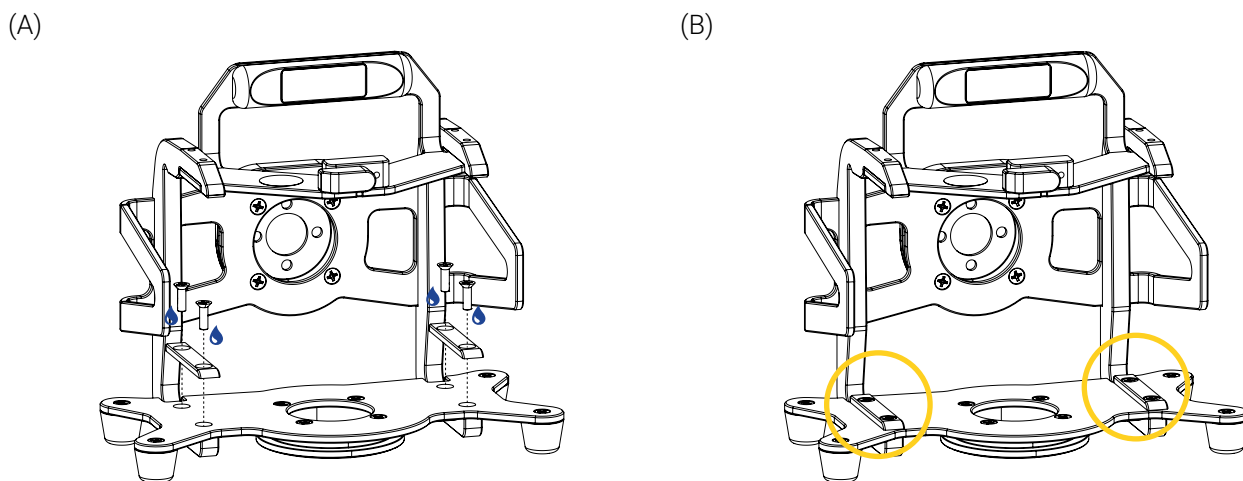

Figure 26: Installation des cales d'espacement
3. Aligner les deux (2) cales d'espacement avec les trous de vis de la plaque de base, puis serrer les quatre (4) vis à tête plate 10-32 X 3/4 po L enduit d'adhésif frein-filet de force moyenne (🔩) en alternance, à l'aide d'un tournevis à tête Phillips #2 (Figure 26).